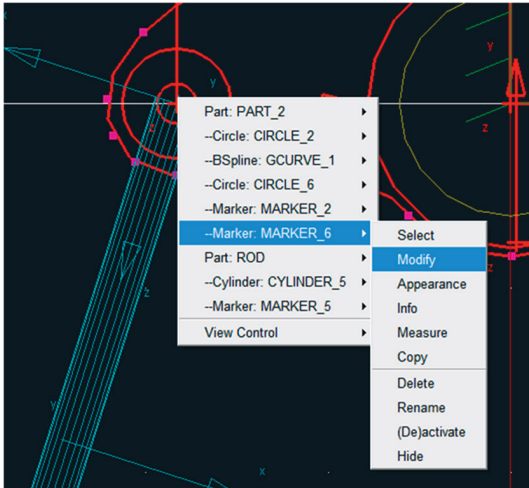

Figura 3.55(a) – Modificando a orientação do *Marker*.
- Preencha o campo *Location* e *Orientation*, conforme mostrado na Figura 3.55(b).